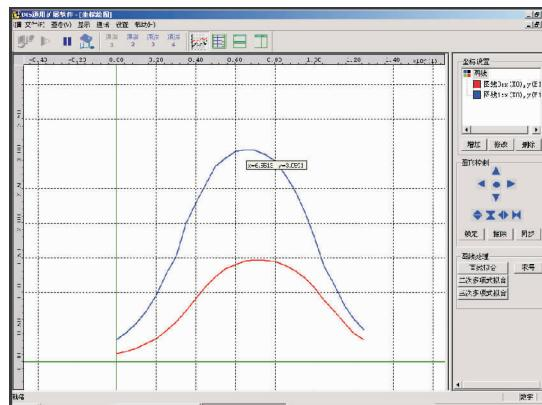

图3-5-3 电压不同时螺线管内部的磁感应强度比较
7. 点击“锁定”按钮，锁定当前图线，电源电压调整为3 V，重复步骤3~6，得到另一条图线，比较两条图线的异同，如图3-5-3所示。